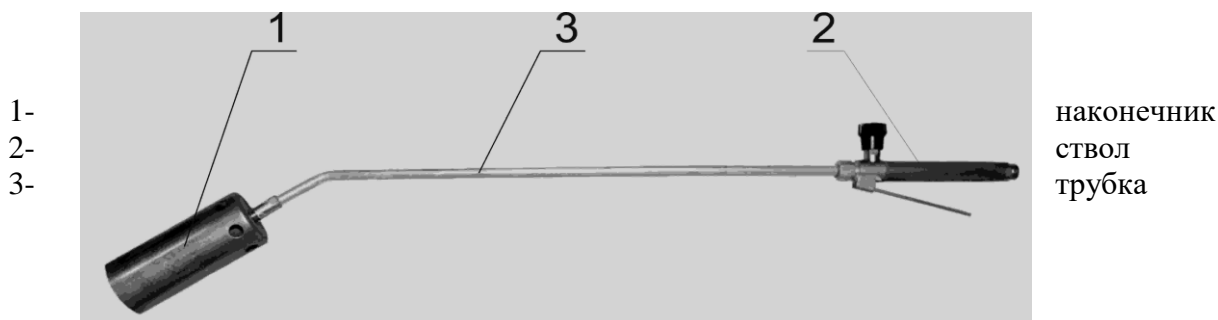

Рис.1 Горелка модели ГВ ДЖЕТ 119-30, ГВ ДЖЕТ 119-31, ГВ ДЖЕТ 119-33
4.1 Внешний вид горелок представлен на рис.1, 2